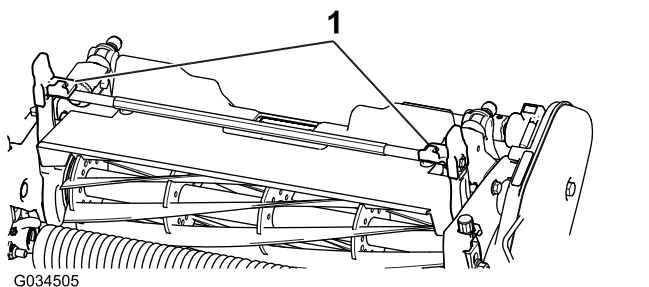
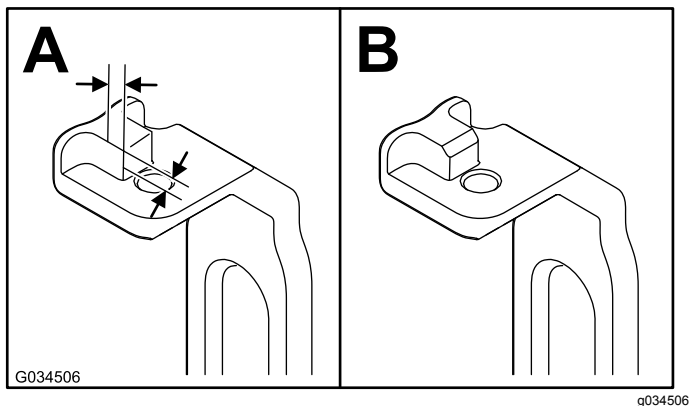

Figure 3
Figure 4
2. Sur les deux bras d'inclinaison (Figure 3), mesurez 2,28 mm vers l'intérieur sur les pattes et meulez l'angle, comme montré à la Figure 4.